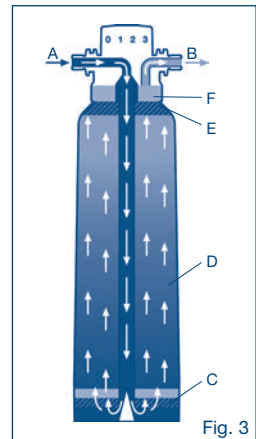

Fig. 3
Das Rohwasser (A) fließt der Filterkerze zu (Abb. 3). Im Bereich (C) werden Partikel über einen Vorfilter entfernt und über Aktivkohle werden Geruchs- und Geschmacksstoffe, wie z.B. Chlor entfernt. Dann wird das Wasser mittels Ionenaustauscher (D) entcarbonisiert, mit Aktivkohle (E) aufbereitet und schließlich filtriert (F).